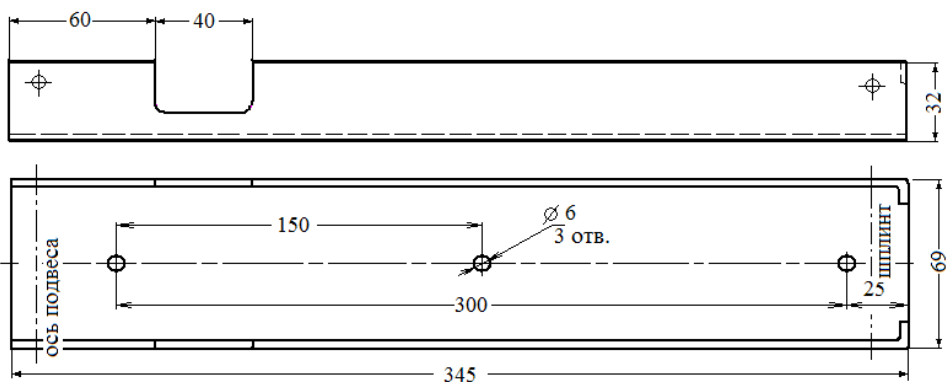

Рис. 2. Крепёжная площадка МПП «Гарант-12КД».
6.3. Закрепить крепёжную площадку модуля в соответствии с определенными местами (по п. 6.2) и разметкой отверстий (см. рис. 2).